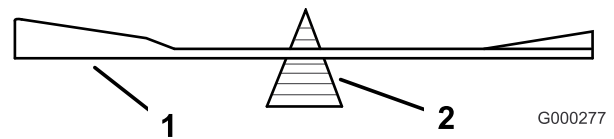

Figura 83
2. Verifique el equilibrio de la cuchilla colocándola sobre un equilibrador de cuchillas (Figura 83).